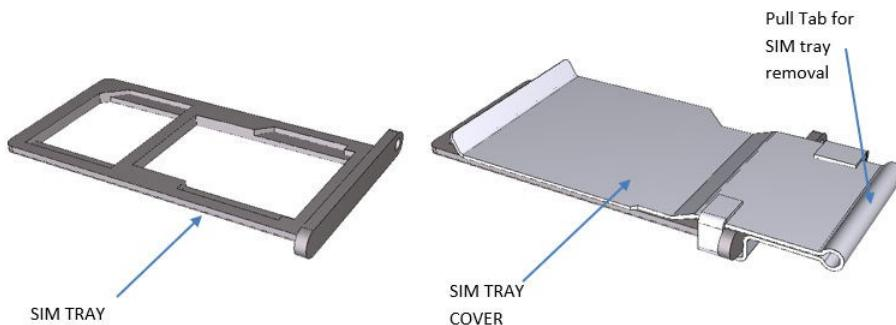
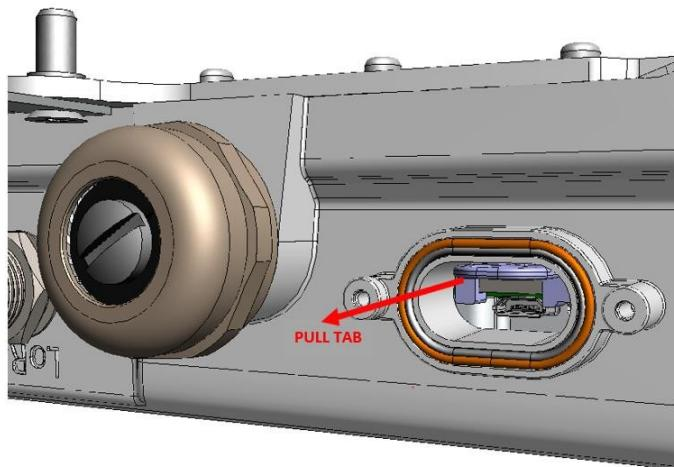

Abbildung 6: Abdeckung des SIM-Kartenfachs
Abbildung 7: Entfernen des SIM-Kartenfachs
6. Mitgeliefertes Zubehör für die Mastmontage (siehe Abbildung 6) oder geeignete Schrauben oder Bolzen (vier Stück der Größe M6) mit den erforderlichen Dübeln entsprechend der Wandkonstruktion für die Wandmontage.
Das SIM-Fach kann durch Ziehen an der Lasche der SIM-Fachabdeckung entfernt werden (siehe Abbildung 6 und Abbildung 7).